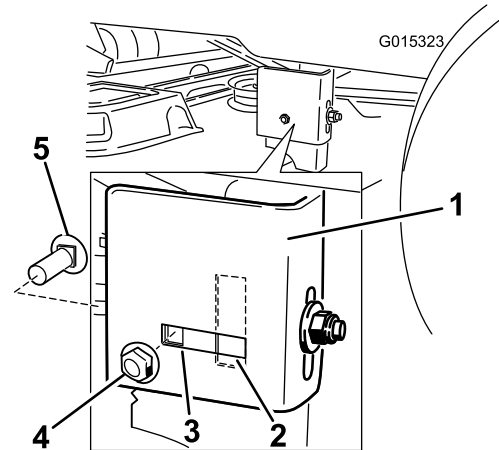

Figure 53
7. Passez au côté gauche de la machine. Vérifiez si le boulon de carrosserie latéral est dans la position fixe ou dans l'ouverture allongée (Figure 53).
8. S'il est dans la position fixe, déposez le boulon de carrosserie latéral et l'écrou de blocage latéral de la position fixe et installez-les dans l'ouverture allongée (Figure 53).